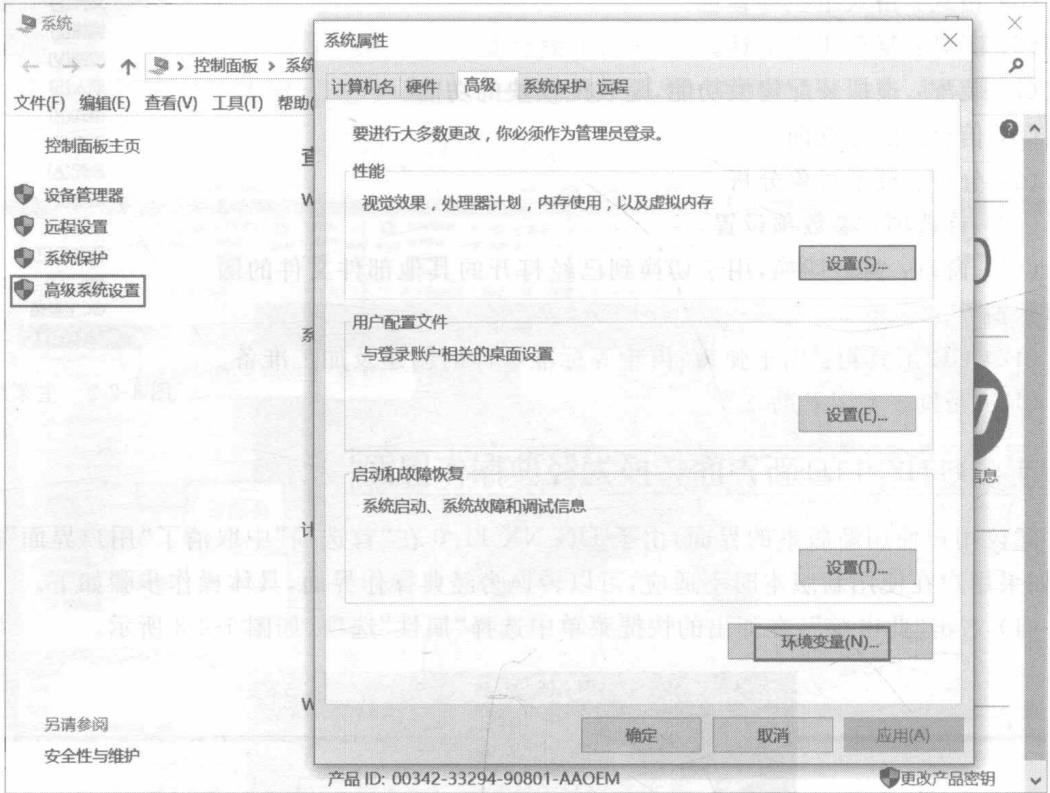

图 1-2-4 查找“环境变量”
(2) 单击“高级系统设置”按钮，弹出“系统属性”对话框，在“高级”选项卡中，单击“环境变量”按钮，如图 1-2-4 所示。